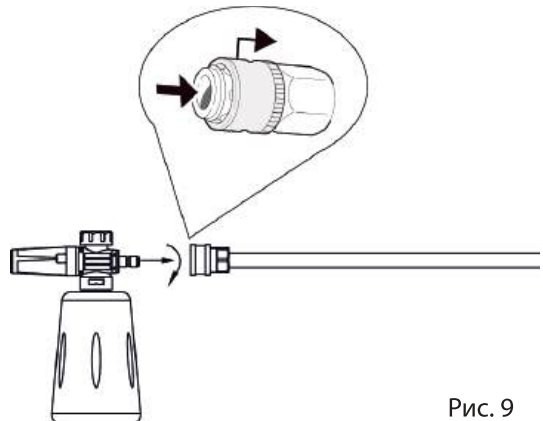

Рис. 9
- Удерживая сам пистолет, отрегулируйте распылитель до нужного угла, поворачивая сопло с отметкой 360°, как показано на рис. 9.
- Наполните подготовленным моющим средством пеногенератор из комплекта поставки и присоедините его к пистолету (рис. 9).